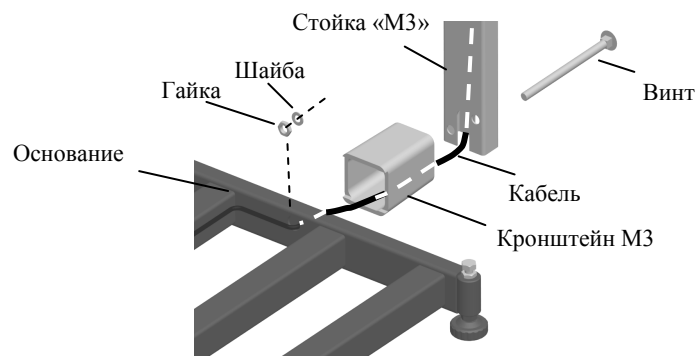

Рис. 5.3 - Крепление прямоугольной стойки к модулю ТВ-M\_
- Протянуть кабель через кронштейн и стойку, Рис. 5.3.